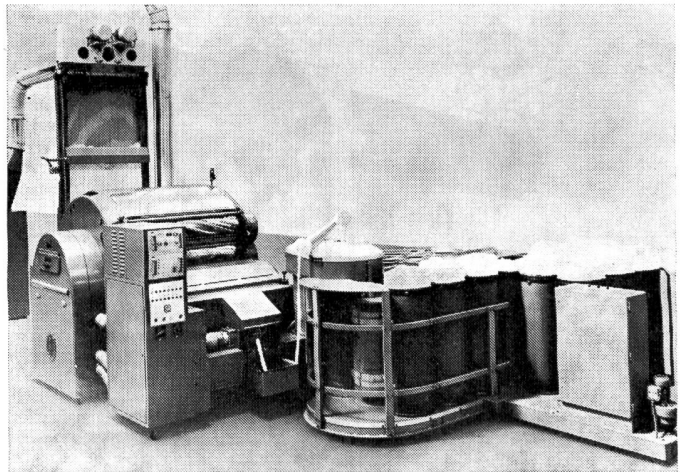

Abbildung 2 Aerodom und Kannenwechsler, Rieter
*Automatische Speisung* — Die automatische Kardenspeisung ist heute eine bereits bewährte Einrichtung. Interessant ist hier vielleicht die Einzelkardenspeisung «Aerodom» von Rieter, die sich für Baumwolle, Abgang- und Chemiefasersortimente eignet (Abbildung 2).
*Automatische Kannenwechsler* — Bei sehr grossen Kannen ist ein automatischer Kannenwechsler manchmal von Vorteil, aber nicht immer erforderlich. Arbeitet man an der Rotorspinnmaschine jedoch mit Kardenband in der Vorlage, müssen die Kannen klein dimensioniert sein. Da bei den heutigen hohen Produktionsleistungen der Karden die Kannen sehr schnell gefüllt sind, müssen sie zu oft gewechselt werden. Man kommt hier ohne automatische Kannenwechsler nicht mehr aus. Viele Maschinenhersteller übertrugen ihre an den Strecken bewährten Konstruktionen auf die Karden. Abbildung 2 zeigt einen solchen Kannenwechsler von Rieter. Von Vorteil ist dabei, dass die Kannen sofort auf Transportwagen gestellt werden, was das Hantieren mit den Kannen und den Transport wesentlich vereinfacht.